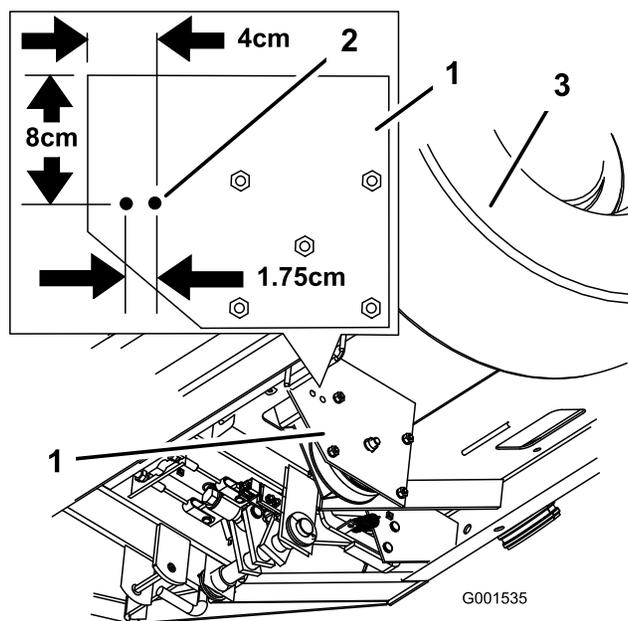

Figura 2
1. Localice la chapa del embrague, debajo de la chapa del suelo (Figura 2).
2. Para perforar los taladros del claxon, mida y marque los taladros según se muestra en Figura 2.
3. Perfore dos taladros de 8 mm de diámetro en la chapa del embrague (Figura 2).